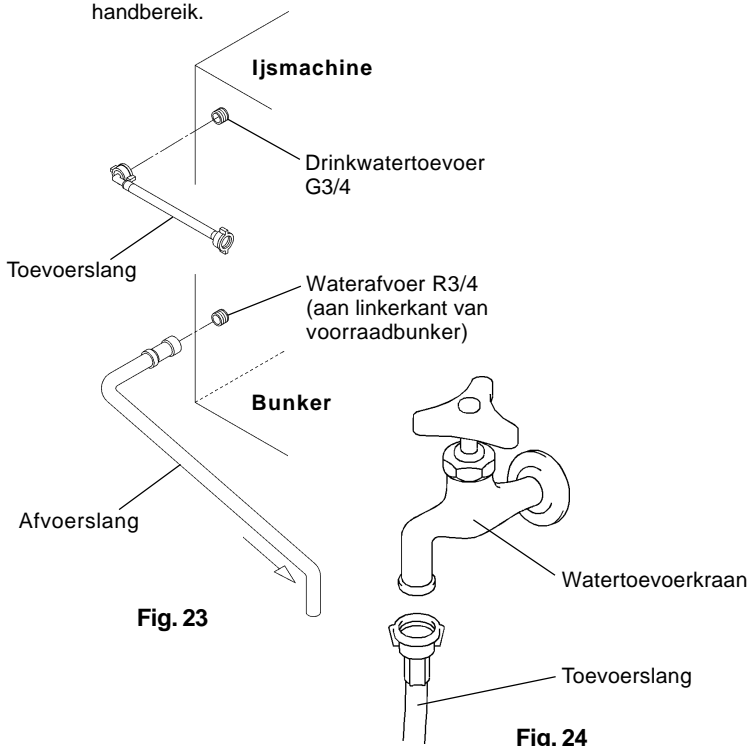

Fig. 23
- 1) Bevestig het gebogen uiteinde van de witte buigzame toevoerbuis (accessoire) aan de G3/4 aansluiting op de linkerkant van de ijsmachine zoals aangegeven. Zorg er daarbij voor dat de rubber afdichtingsring goed is aangebracht. Draai voldoende aan met de hand voor een lekvrije aansluiting. (Fig. 23.)